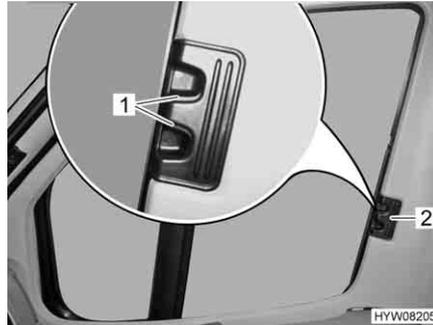

Bild 57    **Faltverdunklung für Fahrer-/Beifahrerfenster**
- Entriegelungsgriffe (Bild 57,1) zusammendrücken und gedrückt halten.
- Die Faltverdunklungen für das Fahrerfenster und das Beifahrerfenster am Griff (Bild 57,2) zur anderen Fensterseite ziehen und an den Magnetstreifen aneinanderfügen.
- Die Faltverdunklungen für das Fahrerfenster und das Beifahrerfenster am Griff (Bild 57,2) bis zum Anschlag einschieben.
- Entriegelungsgriffe (Bild 57,1) loslassen und einrasten lassen.